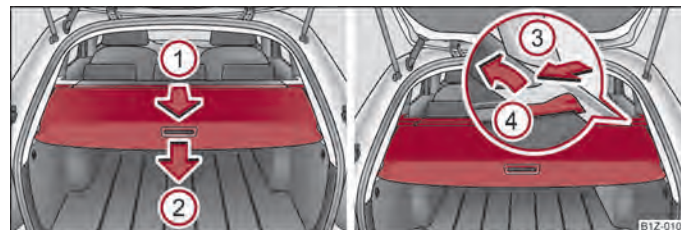

Fig. 60 Portbagajul: masca rulată a portbagajului/Scoaterea măștii rulante a portbagajului
- Trageți masca rulată din portbagaj până la limită în sensul indicat ① în poziția asigurată ⇒ fig. 60.
Dacă doriți să utilizați întregul portbagaj, puteți demonta masca rulantă a portbagajului ⇒ fig. 60.